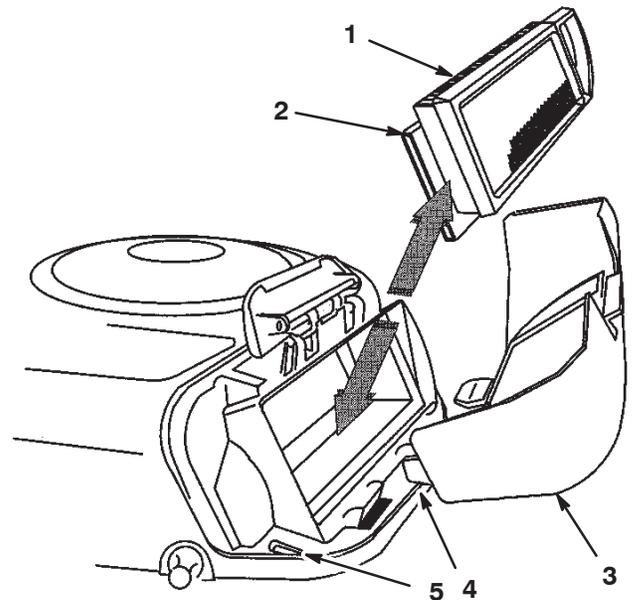

Bild 22
- Schieben Sie den Papier- und den Schaumeinsatz vorsichtig vom Gebläsegehäuse herunter (Bild 22).
2. Fluchten Sie die Nasen der Luftfilterabdeckung mit den Schlitzten im Gebläsegehäuse aus (Bild 22).